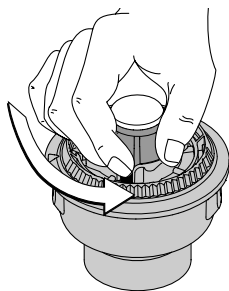

Figure 23
1. Tenez la bobine extérieure et dévissez le bouton de butée à gauche (Fig. 23).